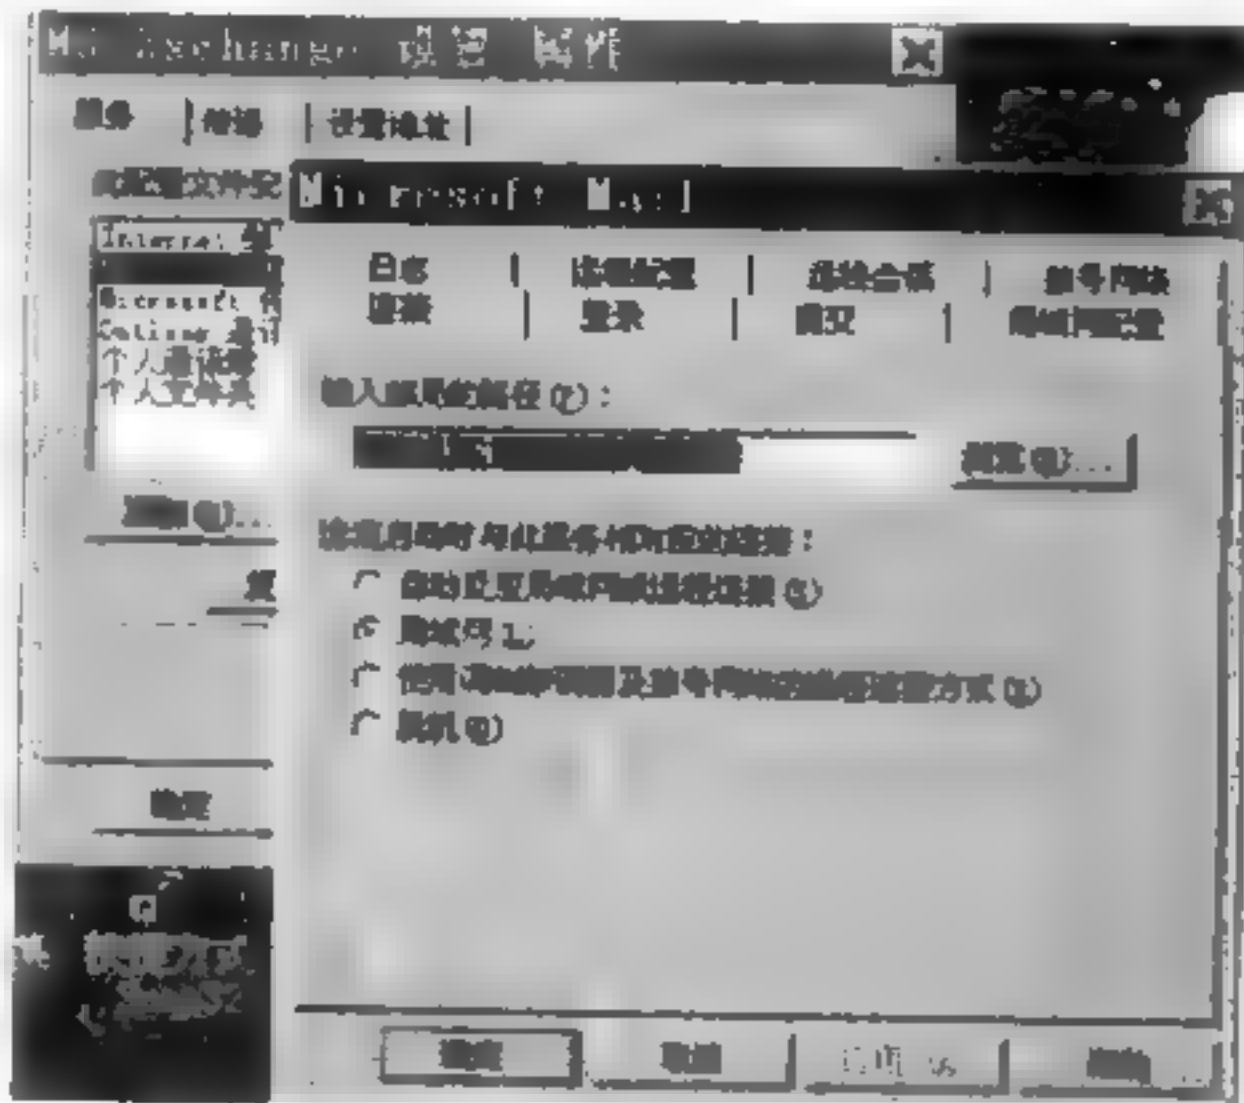

图7
4. 在网络中使用 E-mail 在局域网中使用 E-mail 是提高工作效率、加强交流的好方式，它使你可以通过使用附件来传送文件，尤其需要保密的资料，使用这种方式可以避免你对于资源共享的担心。要在 Windows 95 中使用 E-mail，必须安装 MS-Mail，你可以在控制面板中的添加/删除文件中安装；安装后在收件箱的属性中可以查看，如图7。使用 MS-Mail 要分为服务器和客户，下面分别介绍如何安装：
① 服务器端设置：在控制面板中双击邮局，选择新建邮局、输入路径及管理邮箱的邮箱及口令，完成后再打开邮局，选择管理现存邮局，输入口令后，为其它的用户设置名字和口令。